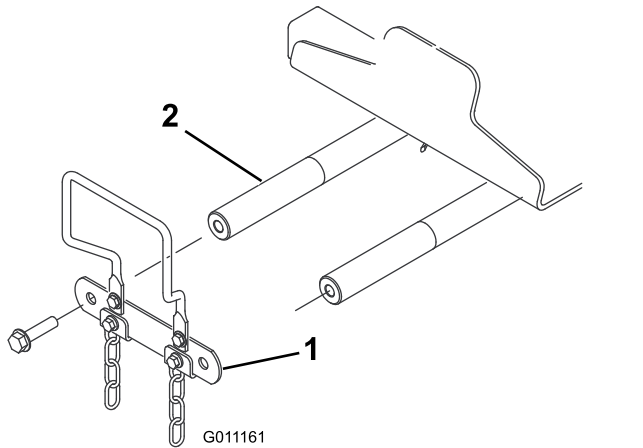

Figure 10
- À l'avant de la machine, retirez les 2 vis à embase ($\frac{1}{2}$ " x 2") qui fixent la bielle d'axes de pivot aux axes de pivot des bras de levage, et déposez la bielle (Figure 10).